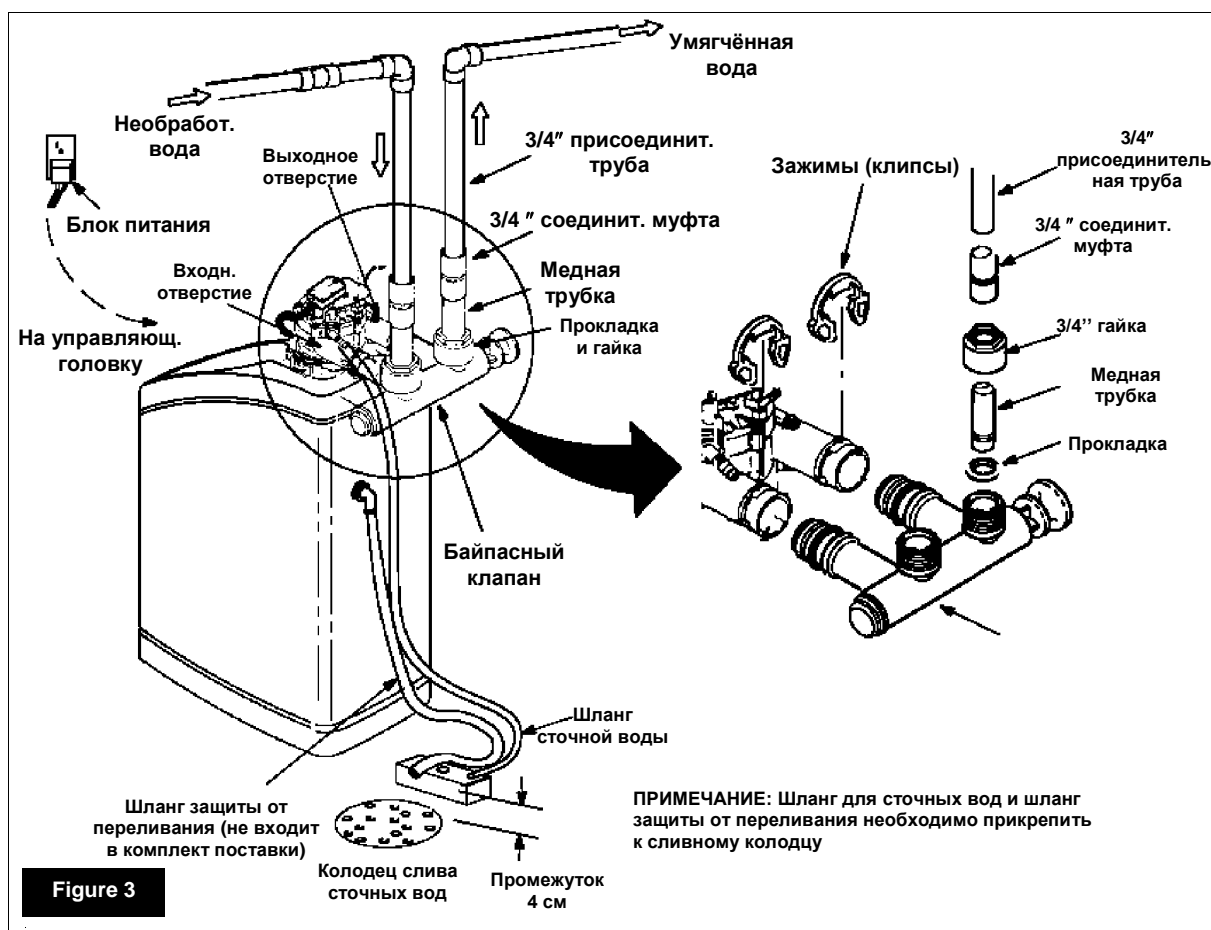

Figure 3
- Никая част на маркучът за преливане не трябва да бъде поставена над преливното ниво (figure 3).